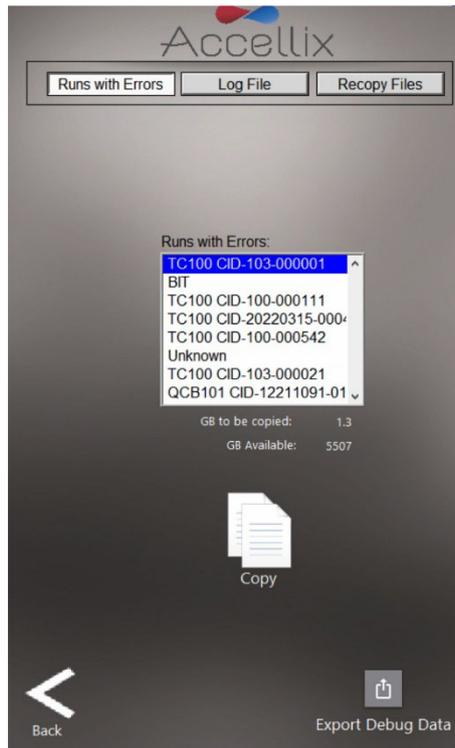

图 23：复制有错误的测试运行屏幕
1. 如果选择了 **Runs with Errors** (有错误的运行) 选项卡, 可以选择并复制与产生错误的测试运行有关的文件 (图 23)。在按住外接键盘上的 **Control** 键的同时轻触列表中的条目, 可以同时选择多个芯片数据文件夹。轻触 **Copy** (复制) 图标。